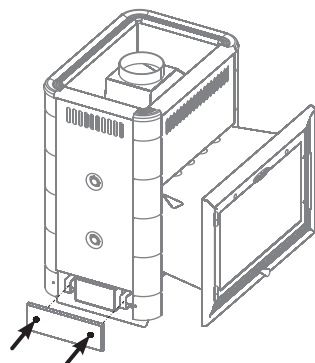

Рисунок 13. Установка заглушки на другой стороне топки.
4. Закрепите заглушку к скобам имеющимся саморезами (см. рисунок 13)